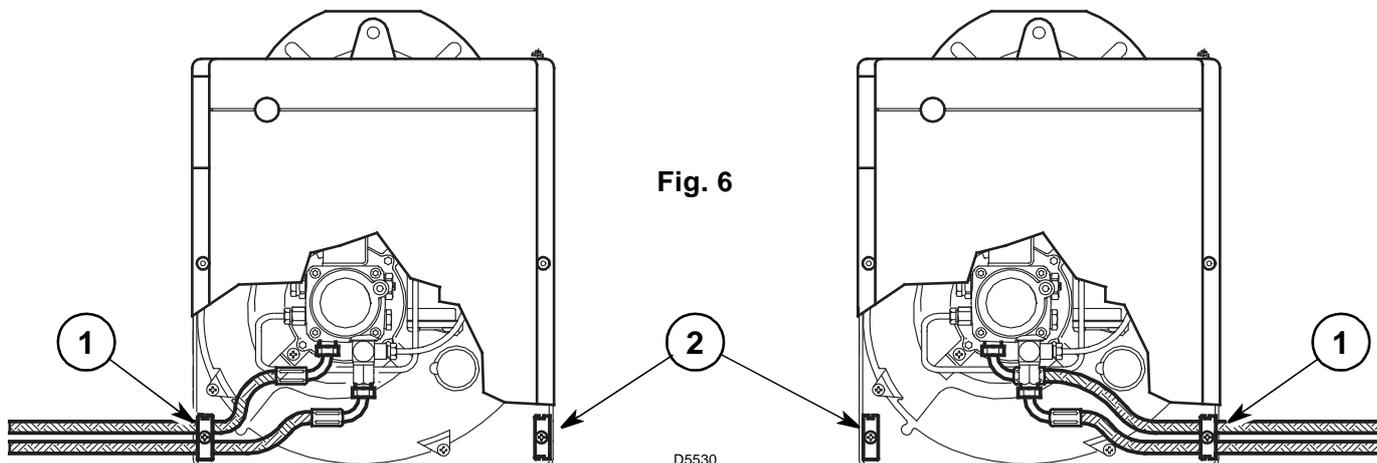

Fig. 6
In de fabriek werd de brander voorzien om de brandstofvoerleidingen langs beide zijden te kunnen aansluiten. Afhankelijk van de uitgang van de flexibels - links of rechts - kan het nodig zijn om de plaatsing van het bevestigingsplaatje (1), en het afdeklaatje (2) om te wisselen, (zie fig. 6).